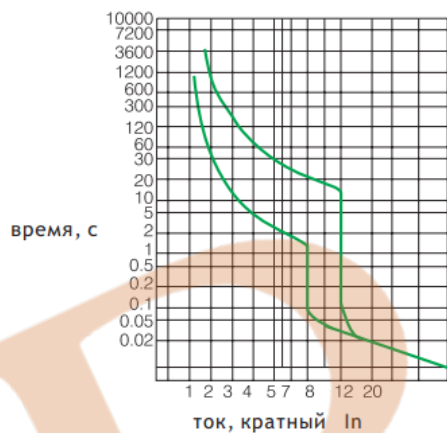

Рис.1
4.2.6 Время - токовые характеристики выключателей с расцепителями тока перегрузки приведены на рис.1